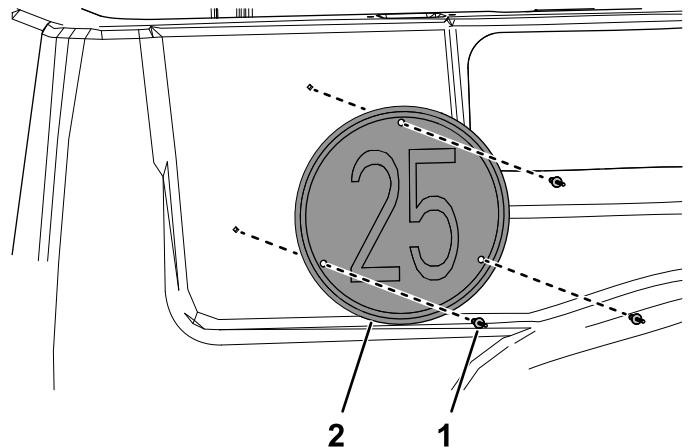

图 16
4. 如 图 16 所示用 3 个弹伸铆钉 3/16 x 15/16 英寸将速度面板安装到货斗侧面。